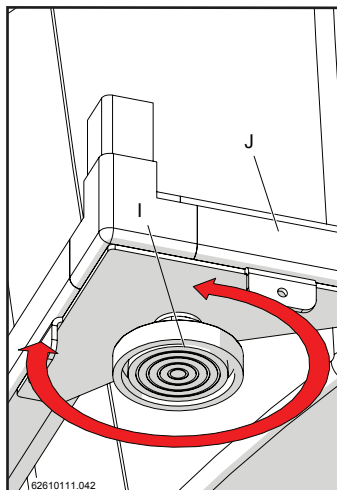
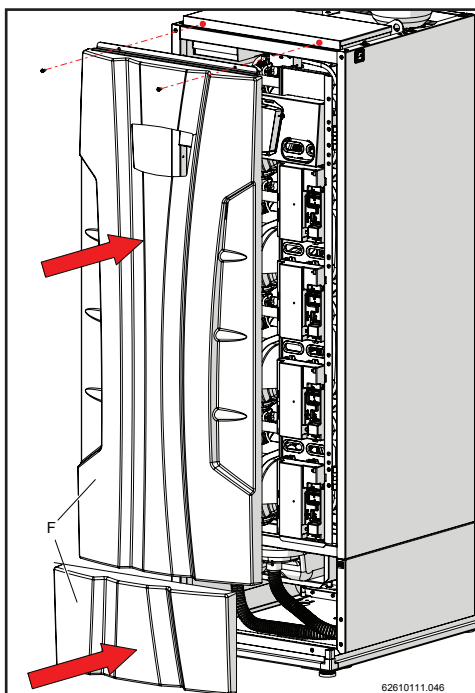

Figure 15-39
Figure 15-38
- 4.- Insérer le couvercle supérieur "F" de l'appareil (figure 15-38) et agir sur les pieds réglables "I" du cadre inférieur "J" pour ajuster sa stabilité sur le plan de installation (figure 15-39).